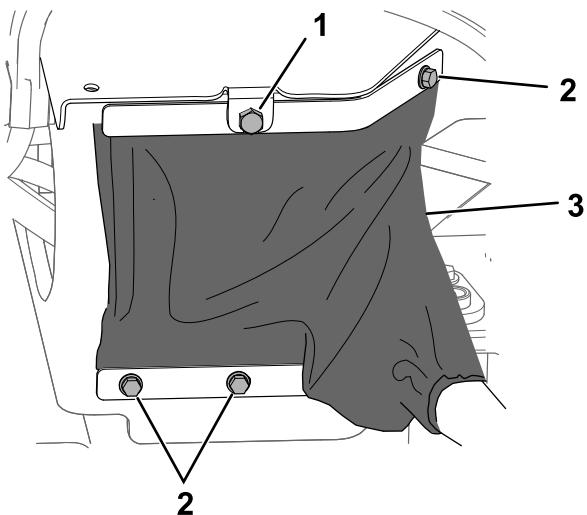

Figura 13
7. Fissate la parte inferiore della copertura utilizzando la staffa inferiore, 2 bulloni (3/8" x 1 1/4") e 2 dadi (1/4"), come illustrato nella Figura 13.
8. Posizionate la copertura idraulica sul telaio e fissate la parte superiore della copertura del cilindro utilizzando la staffa superiore, 2 bulloni (5/16" x 1 1/4", precedentemente rimosso e 1/4" x 1 1/4") e 1 dado (1/4"), come illustrato nella Figura 13.